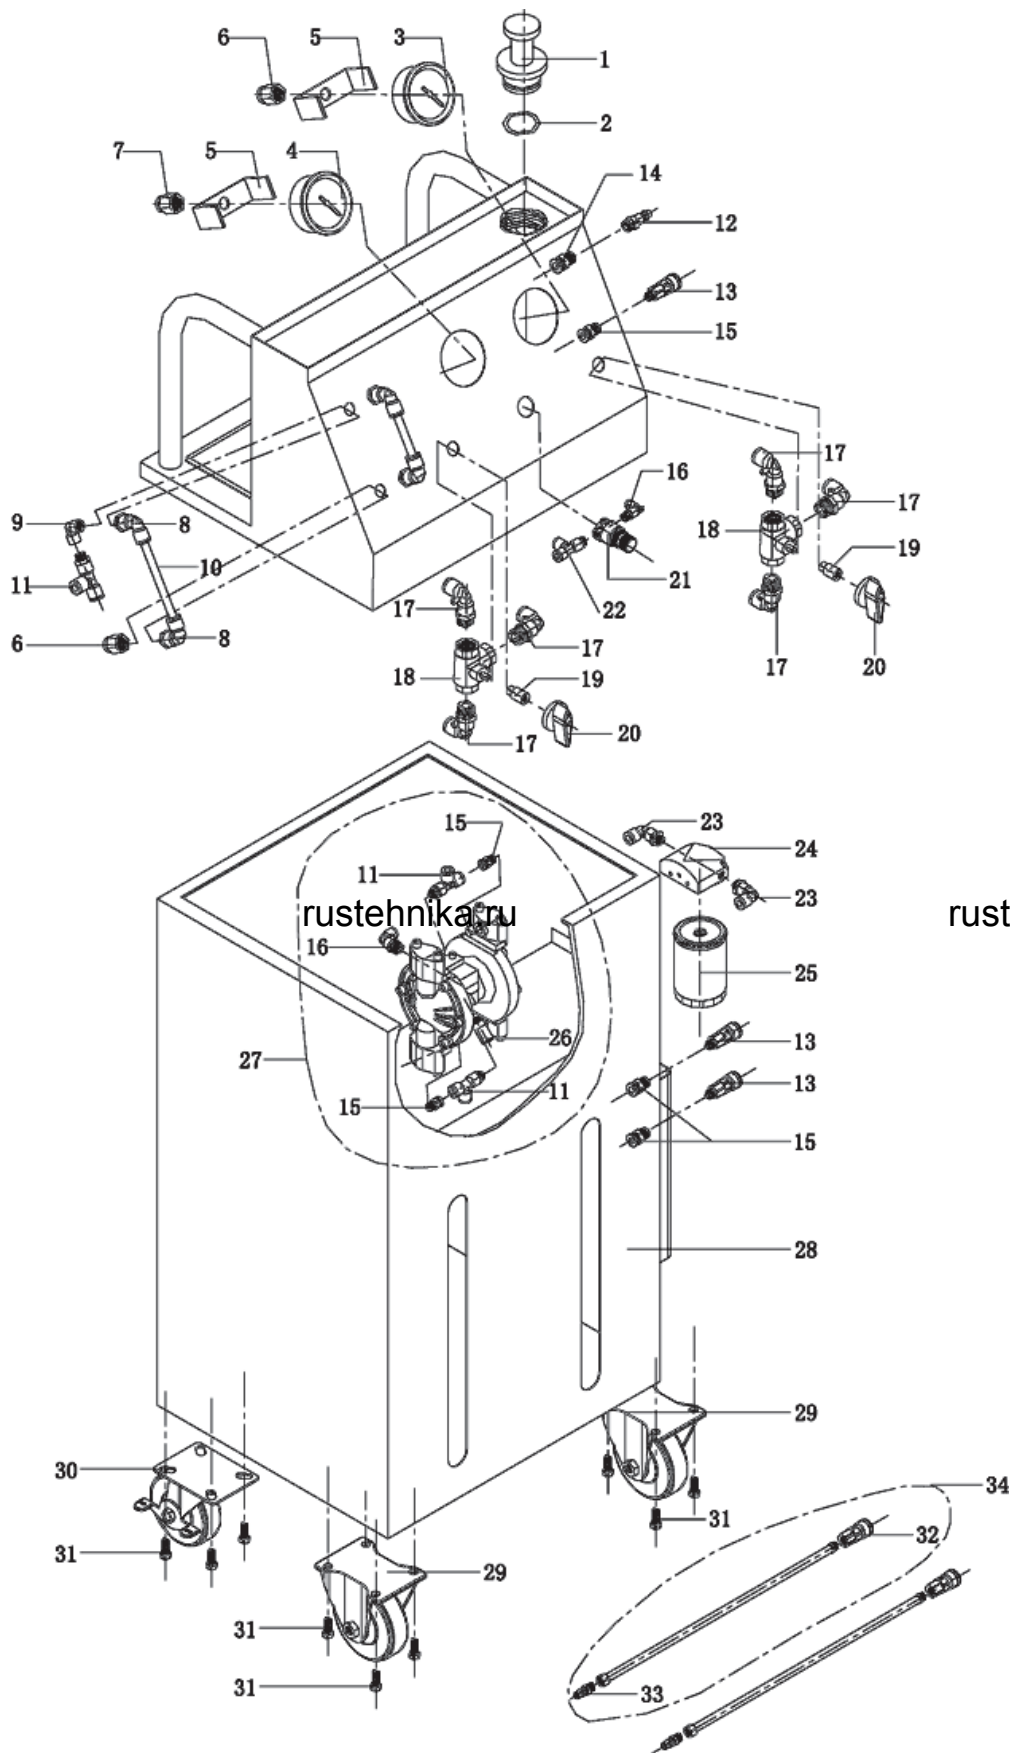

Рис.2 Устройство изделия
6. Если поток жидкости, проходящий через стенд, становится очень медленным (несмотря на высокое давление), поменяйте масляный фильтр (25, рис.2).